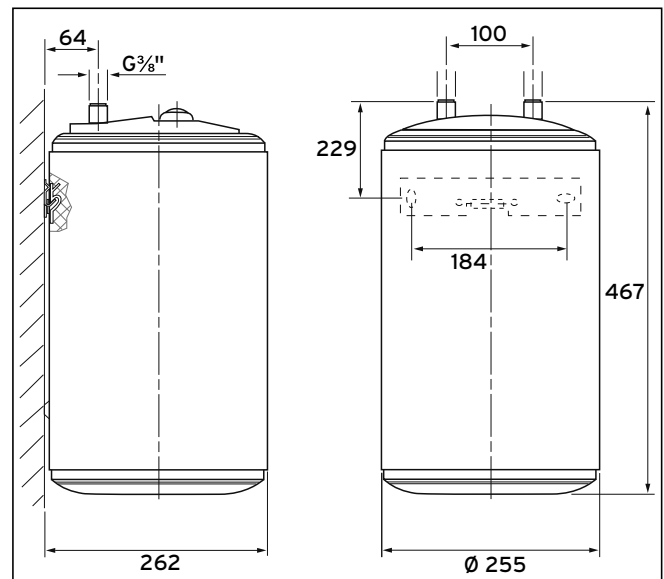

Abb. 5.1 Abmessungen des VEH BE 10 U
- Messen Sie den gewünschten Aufhängeort ab (→ **Abb. 5.1 Abmessungen des VEH BE 10 U**).